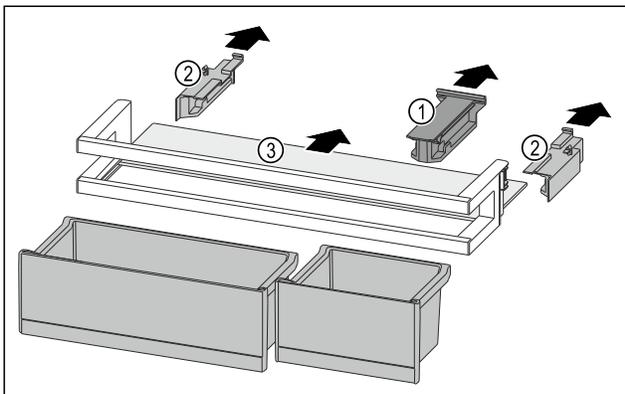

Fig. 84
- ▶ Retirer la pièce de retenue Fig. 84 (1).
- ▶ Retirer les parties latérales Fig. 84 (2).
- ▶ Retirer la tablette de rangement Fig. 84 (3).